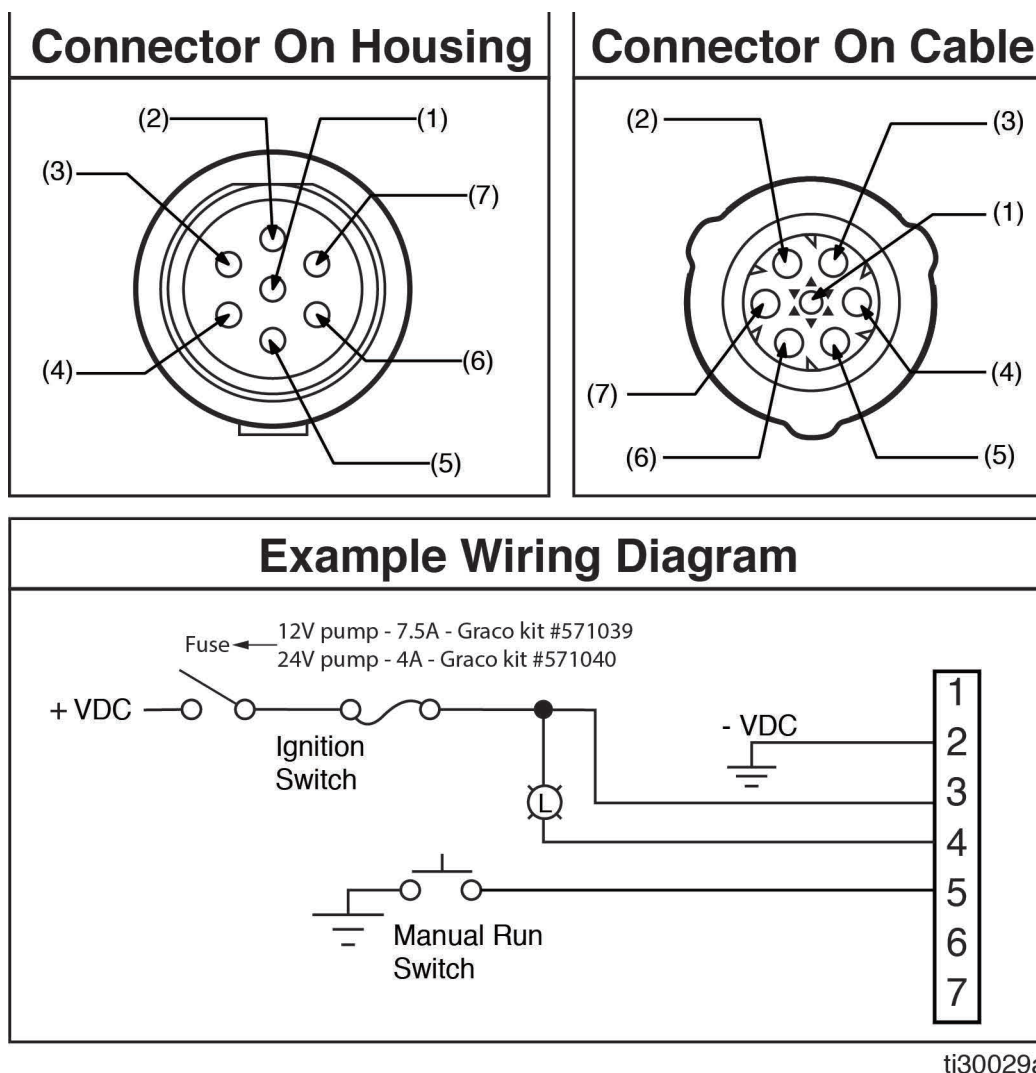

FIG. 5
- Per identificare la posizione corretta nel connettore, vedere il layout dei contatti nella FIG. 5.
Pin e colore dei relativi fili (FIG. 5, pagina 15)